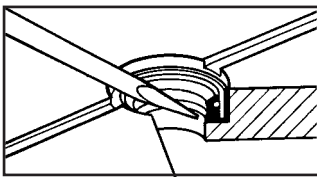

Figure 27
Étape 1 : insérer le tournevis sous le joint d'arbre et extraire le joint en veillant à ne pas endommager les parois ou la partie avant du piège (figure 27).